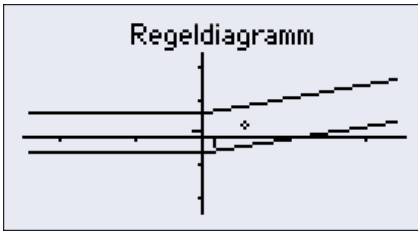

Abbildung 30 Regeldiagramm
**Zu Abbildung 30 Status C-Stufen (3-phasig, 12-stufig)**